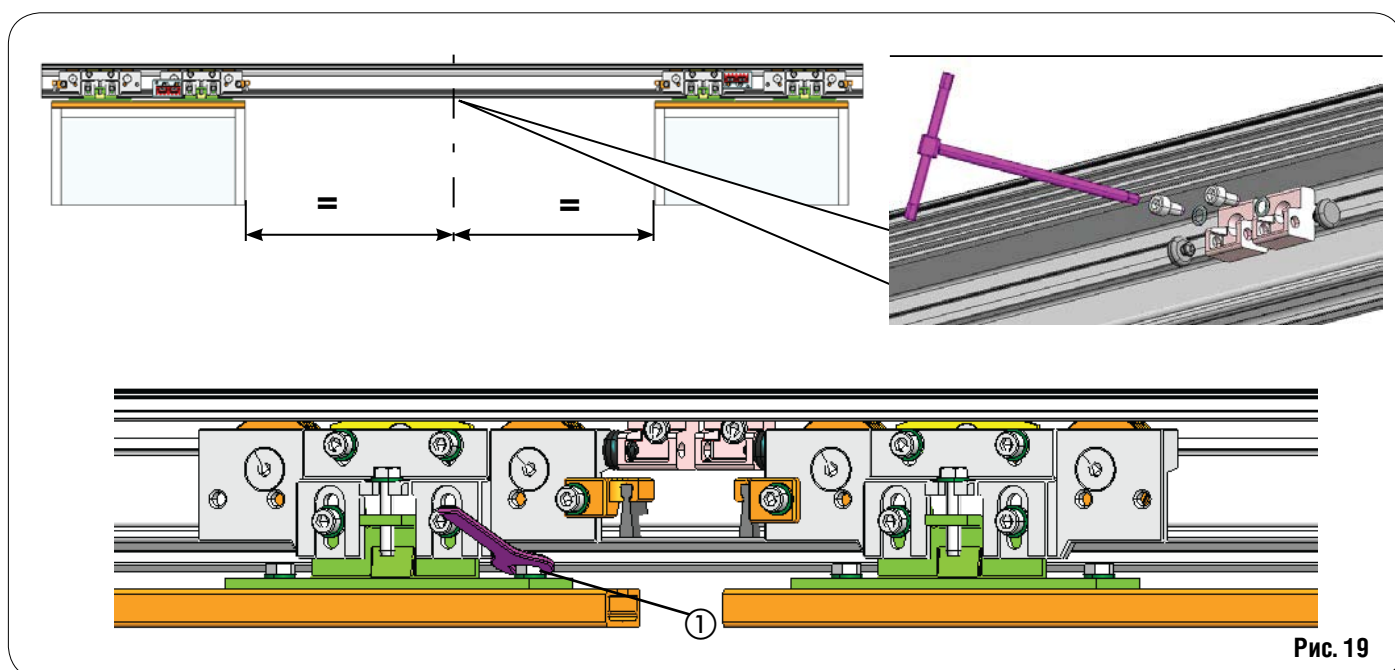

Рис. 19
- Ослабьте зажимные винты кареток (Рис. 19 об. 1);